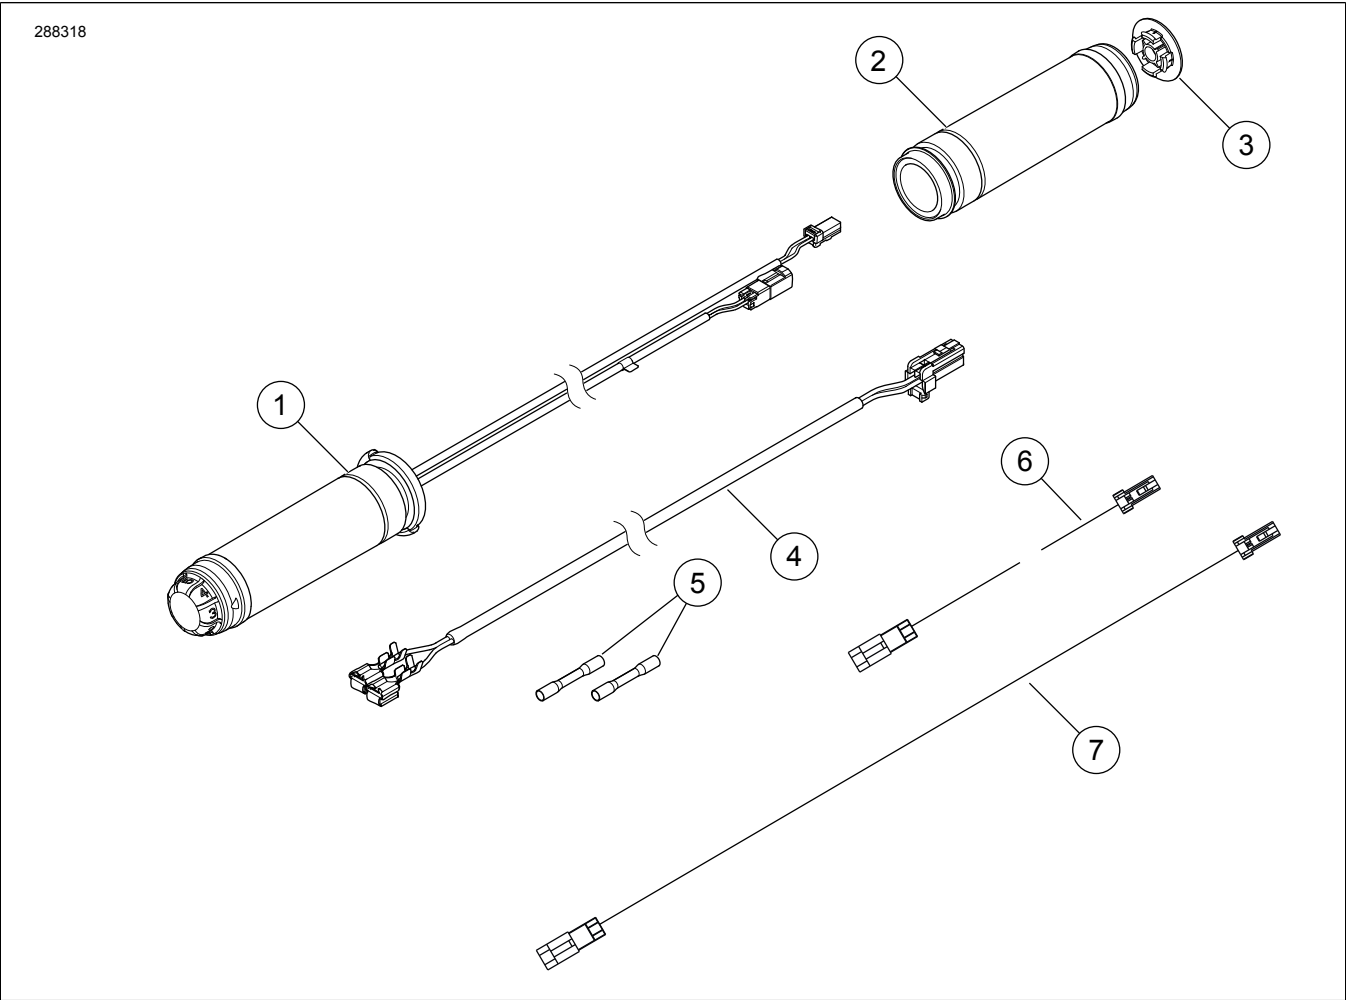

Figura 10. Piezas de servicio: Kit de empuñaduras con calefacción
1. Ver Figura 10 . Obtenga el conjunto del arnés del kit. Corte las dos terminales de paleta del arnés.
- b. Ver Figura 10 . Empalme el cableado de la luz de punta del guardabarros cerca del conector utilizando dos conectores de empalme (5) del kit.